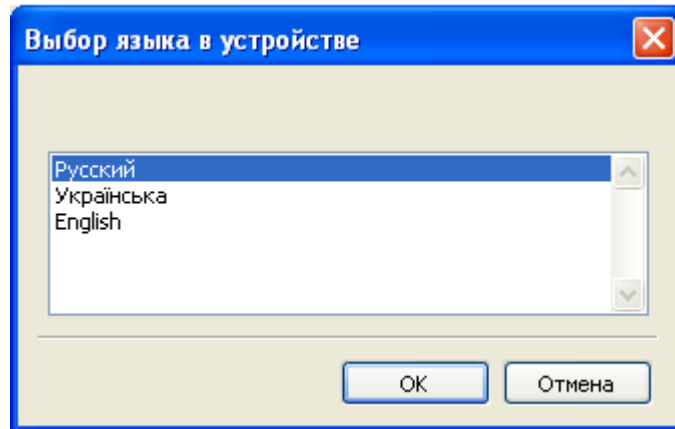

Рисунок 8. Окно "Выбор языка в устройстве"
- кнопка «**Установить язык в устройстве...**». Кнопка активна для СИ, в которых реализована многоязыковая поддержка. Позволяет установить текущий язык интерфейса в СИ (Рисунок 8);